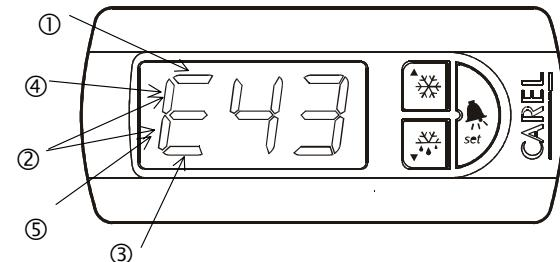

Fig. 8.3.4.1
Все эти параметры могут изображаться и модифицироваться с использованием дисплея и кнопок присоединяемого сменного инструментального средства. Данные параметры могут быть доступны с использованием параметра **t** сменного инструментального средства; при изображении параметров некоторые сегменты крайнего левого разряда используются в соответствии с тем, как показано на рисунке. (См. рис. 8.3.4.1 на стр. 40 руководства.)
(1) t1,...(1) t8
- Параметр, относящийся к часам, появляется в сегменте (2 на рис. 8.3.4.1) и указывается как **(2) t1,...(2) t8**
- Параметр, относящийся к минутам, появляется в сегменте (3 на рис. 8.3.4.1) и указывается как **(3) t1,...(3) t8**
(3) t1,...(3) t8: день события размораживания